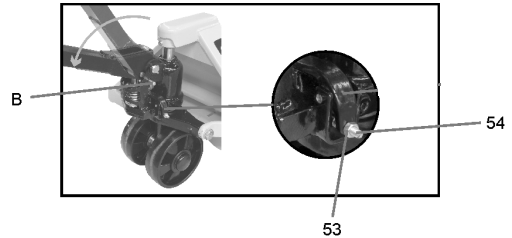

Fig. 6 – Retirada del perno
- d. El pistón de accionamiento del cable viene bloqueado con un pasador "B", ver fig. 6;
- e. Para el correcto funcionamiento del equipo, coloque el cable completamente horizontal y retire la clavija de la muelle "B", ver fig. 6;
En caso de necesidad de ajuste de la palanca para elevar o bajar la carga, haga el ajuste a través del tornillo "54", conforme fig. 6, y después de terminado, traba el tornillo "54" apretando la tuerca "53".